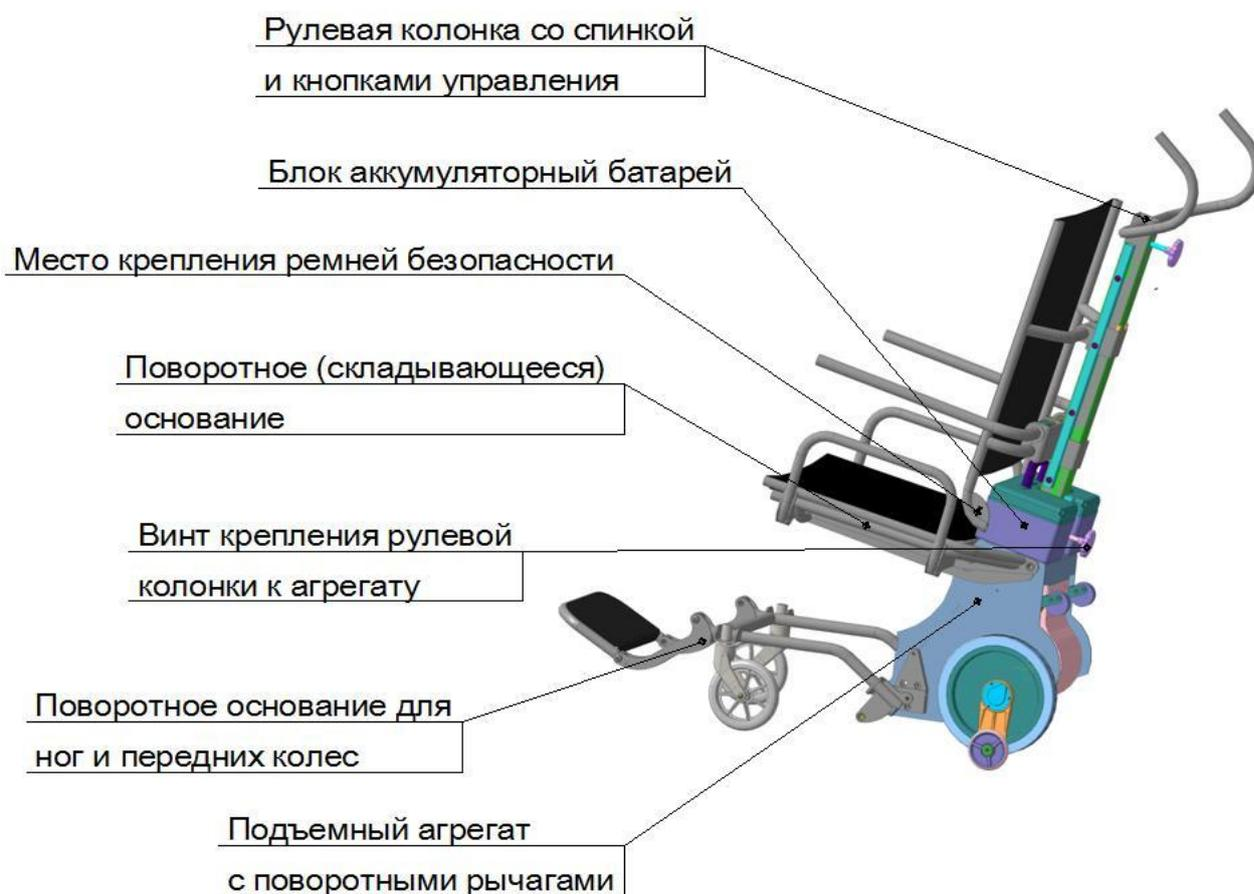
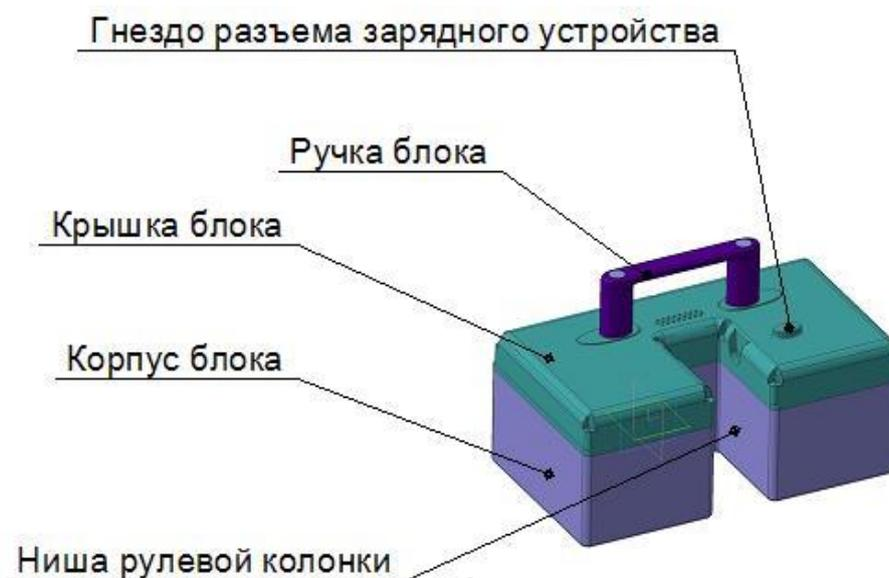

Рис. 1 Подъёмник "ЛАМА-УЛП"
Рис.4. Блок аккумуляторов.
3.1 Подъёмник «ЛАМА-УЛП» - техническое средство реабилитации (ТСР) (Рис.1) предназначен для создания доступной среды для людей с ограниченными возможностями.
Блок аккумуляторов подъемника (см. Рис.4) выполняет функцию автономного обеспечения электропитанием систем управления и электродвигателя рабочего механизма, устанавливается на крышке подъемного агрегата (см. Рис.1).